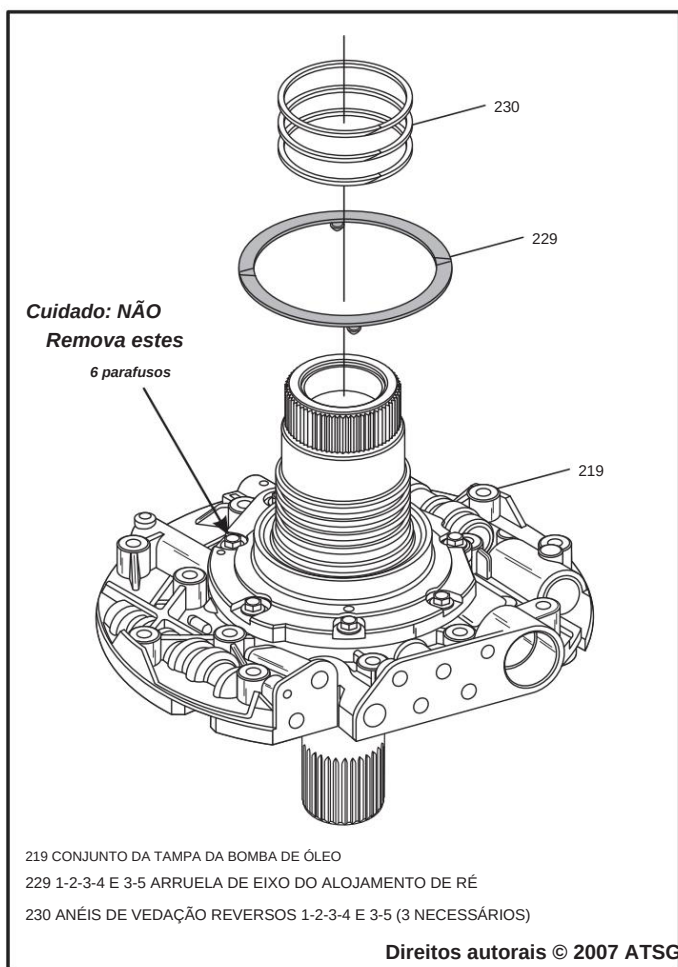

Figura 63
15. Instale a arruela de encosto da tampa da bomba de óleo, conforme mostrado na Figura 63, e certifique-se de que ela esteja totalmente assentada nos furos das abas da arruela de encosto.
16. Instale três novos anéis de vedação de "junta sobreposta", conforme mostrado na Figura 63.